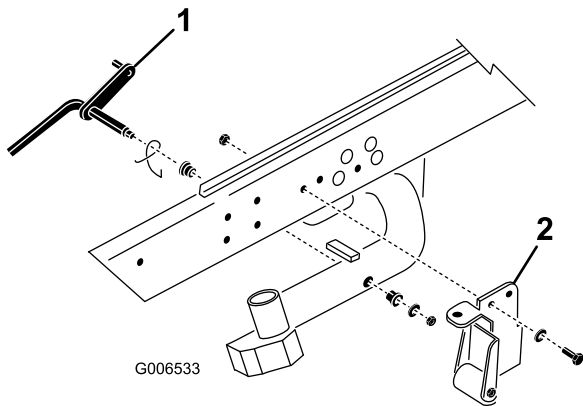

Bild 3
1. Entfernen Sie die Sicherungsmutter und die Scheibe, mit denen die Gelenkstange am Hubarm Nr. 2 befestigt ist (Bild 3). Nehmen Sie die Gelenkstange und die Feder vom Hubarm ab. Wiederholen Sie diese Schritte an den Hubarmen Nr. 1 und Nr. 3.
Hinweis: Die Stützhalterung der Kippvorrichtung mit der Rolle und die Stützhalterungen der Kippvorrichtung werden nicht für den Betrieb der DPA-Mähwerke benötigt (Bild 3).